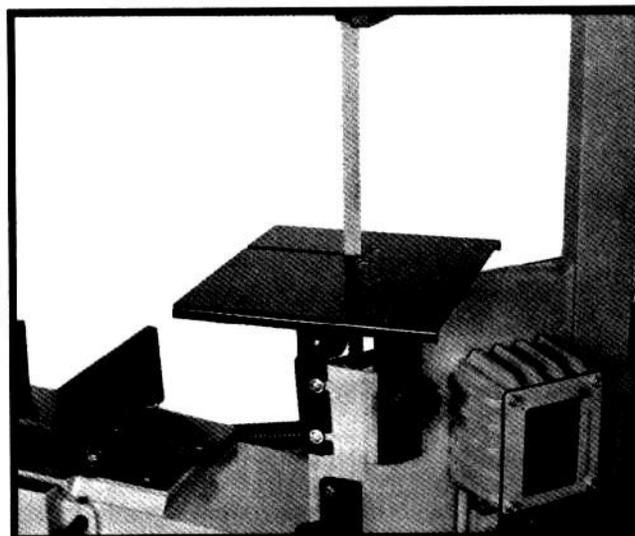

Fig. 4
4. Guíe la hoja a través de la ranura de la mesa y apríetela con dos tornillos. Véase la Fig. 4.